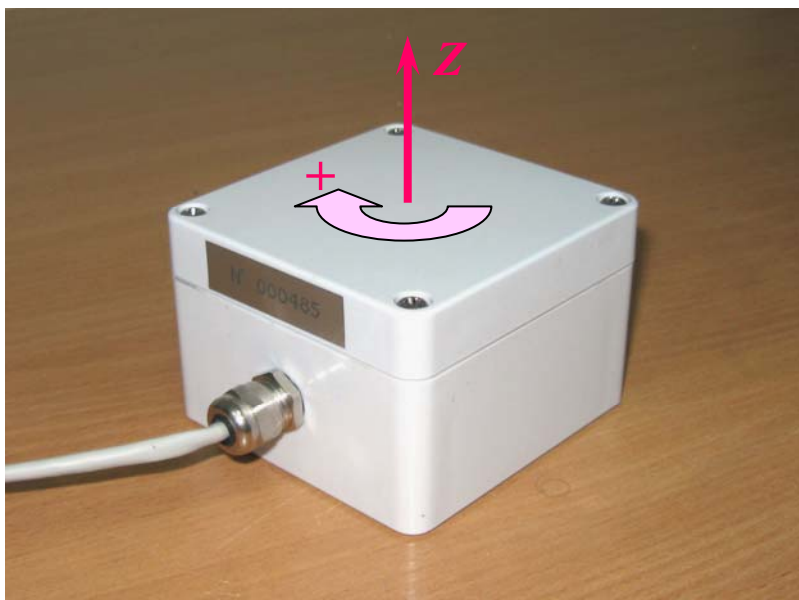

Рис. 1. Ориентация оси чувствительности.
Сейсмодатчик METR-01 имеет одну ось чувствительности (Z) к внешнему угловому (вращательному) воздействию; воображаемое направление оси Z — от дна к верхней крышке. При повороте прибора вокруг оси чувствительности по часовой стрелке (см. **Приложение №1, Рис. 1**) на выходных контактах кабеля появляется положительный аналоговый сигнал в виде вариации выходного напряжения пропорциональной угловой скорости внешнего переменного воздействия.